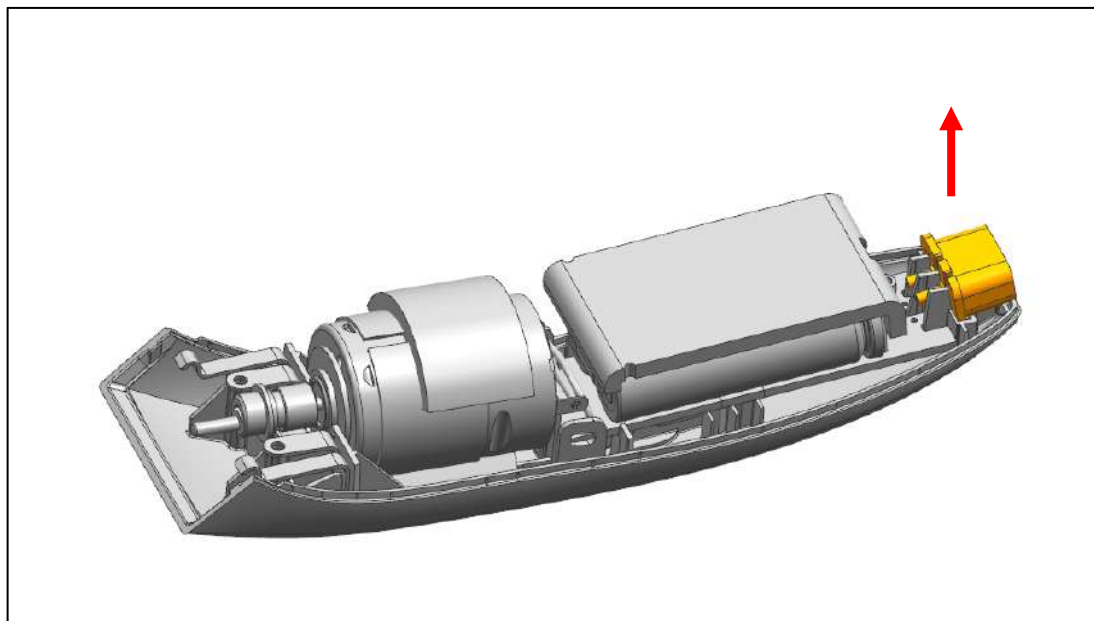

Abb. 7
- a) Entnehmen Sie die Steckerbuchse. (Abb. 7).